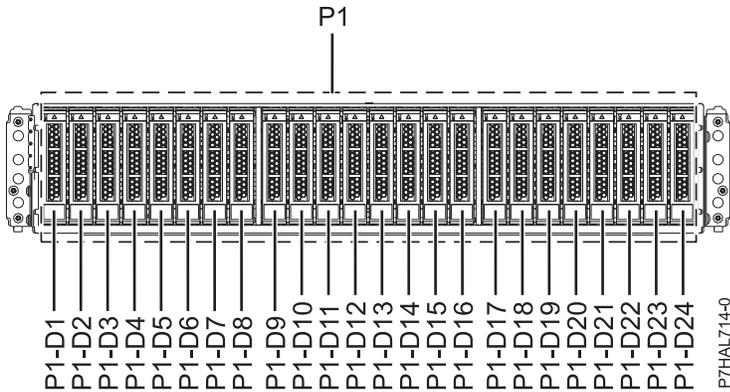
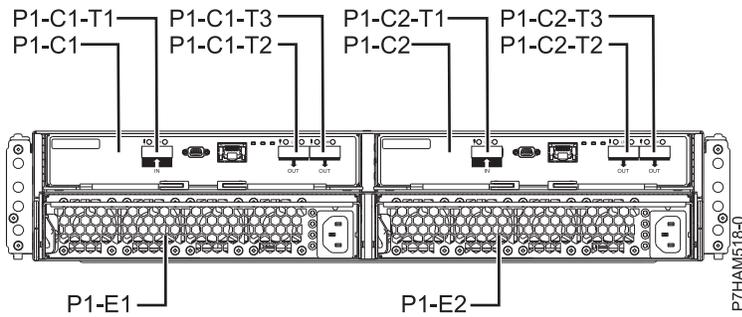

Abbildung 38. Vorderansicht des Plattenlaufwerkgehäuses 5887 mit den Positionen der Plattenlaufwerke
Abbildung 39. Rückansicht des Systems 5887 Plattenlaufwerkgehäuse
3. Ermitteln Sie das Teil und das Gehäuse, an dem Sie arbeiten möchten. Die Steckplätze für Plattenlaufwerke und Solid-State-Laufwerke befinden sich an der Vorderseite des Gehäuses. In Abb. 38 auf Seite 43 und Abb. 39 auf Seite 43 werden die Vorder- und Rückansicht des Gehäuses und die Positionen der Plattenlaufwerke im Gehäuse angezeigt.